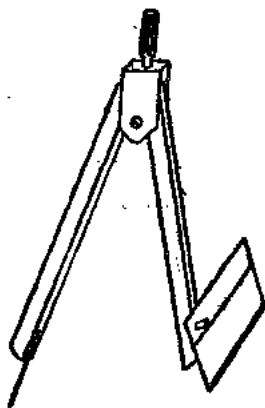

图 1
1. 从普通圆规中取出铅芯，在装有铅芯的脚上，按图1的尺寸，确定好钻孔的位置，用手摇钻钻一个直径2毫米的